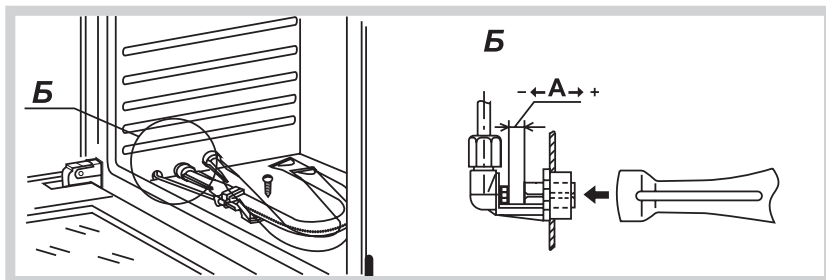

Рис. 14
- выкрутить шуруп и достать горелку из корпуса сопла (рис. 14);